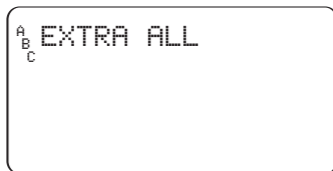

Figura 17:
- Continuare a premere il tasto **NEXT** (Avanti) fino a visualizzare "A B C Extra All" (Irrigazione aggiuntiva per A B e C) [Vedere la Figura 17]